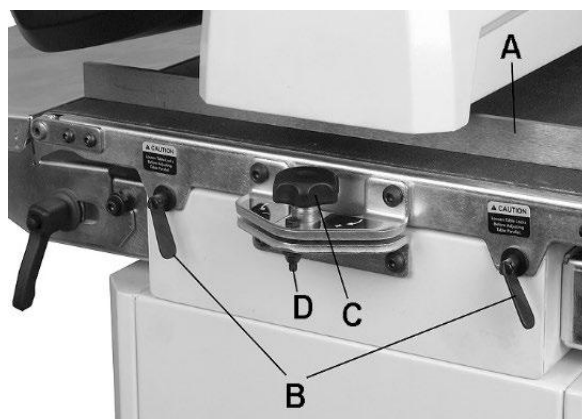

Abb. 8-4: Parallel Ausrichten der Trommel
3. Die Lehre auf der Außenseite der Trommel (A, Abb. 8-4) zwischen Trommel und Vorschubtisch einführen.
3. Ist eine Stufe an der Überlappungsstelle sichtbar, den Vorschubtisch durch Drehen des Einstellknaufs (C, Abb. 8-4) weiter absenken.
Hinweis: Beim Schleifen von schmalen Schleifgut in einem Durchgang, den Vorschubtisch wieder in die parallele Position bringen. Den Einstellknauf in die entgegengesetzte Richtung drehen, bis die Sicherungsmutter (D, Abb. 8-4) berührt wird. Die Sicherungsmutter dient als Festanschlag zur schnellen Rückkehr auf parallel.